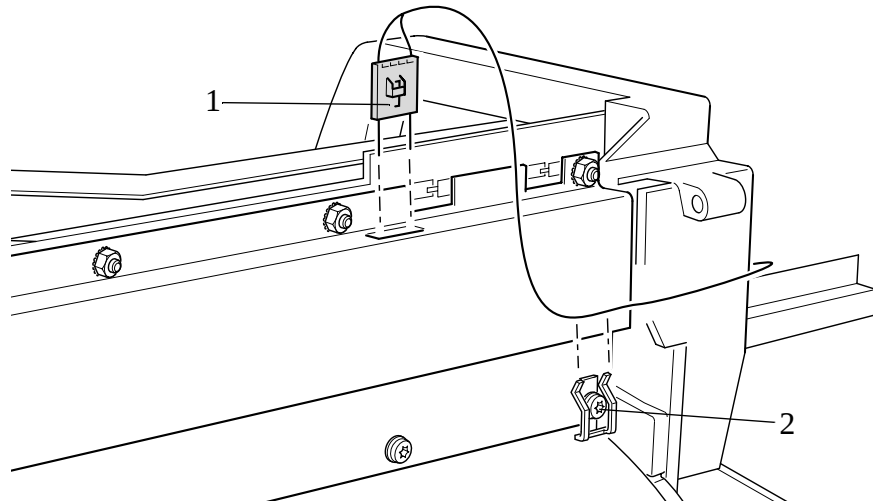

図 65 : インク漏れ検知ケーブル
- 5 図65を参照して、プリンタ背面からネジとクリップ (部品 2) を取り外し、インク漏れ検知ケーブルのコネクタ (部品 1) を取り外します。インク漏れ検知ケーブルを完全に取り外します。